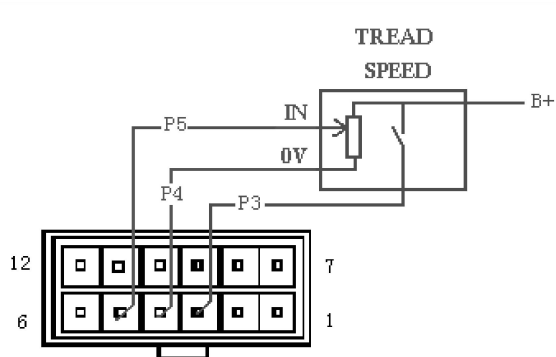

图 9
- 4、脚踏加速器与控制器（请选用脚踏加速器式控制器）的接线（见图 9）。
使用速度调节脚踏加速器按照图 9 所示，在 P3，P4，P5，B+ 端子之间连接脚踏加速器。